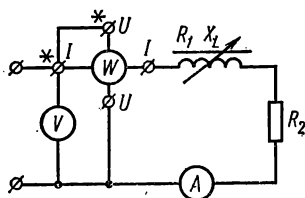

Рис. 2.64
2. Цепь с R и L при переменном R . Для построения круговой диаграммы предварительно в электрической цепи (рис. 2.64) измеряют напряжения на входе U , на катушке U_1 и на реостате U_2 , а также силу тока I и активную мощность P в любом режиме. Рассмотрим корот-
1. Собрать цепь (см. рис. 2.64) и показать ее преподавателю для проверки.